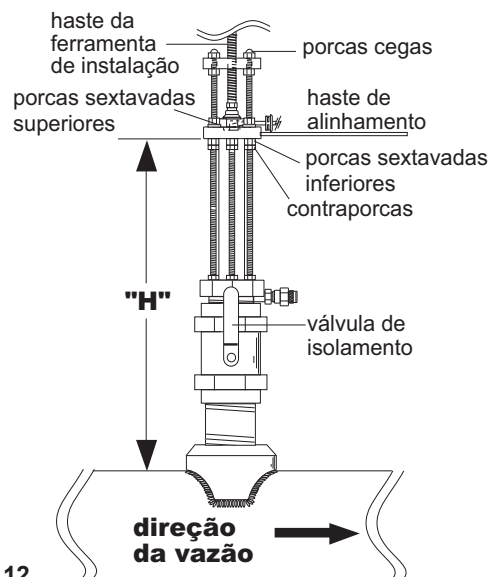

Fig. 12
- I. Usando uma máscara de proteção, abra a válvula de isolamento devagar até estar **plenamente aberta**. Afrouxe as porcas sextavadas e contraporcas inferiores e desloque-as até a dimensão "H" correta. Gire o eixo da ferramenta de instalação no **sentido horário** até que o flange do sensor encoste nas porcas sextavadas e contraporcas inferiores. Atarraxe as porcas sextavadas superiores até que encostem no flange do sensor. Aperte as porcas sextavadas superiores para fixar o sensor (fig. 12).